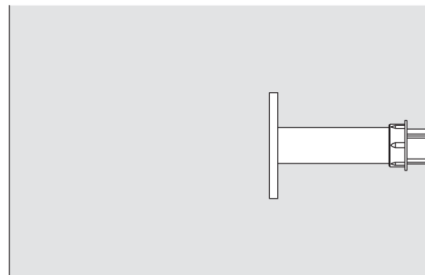

Fig. A2.04c
- Boccola ancoraggio M24 (Fig. A2.04c)